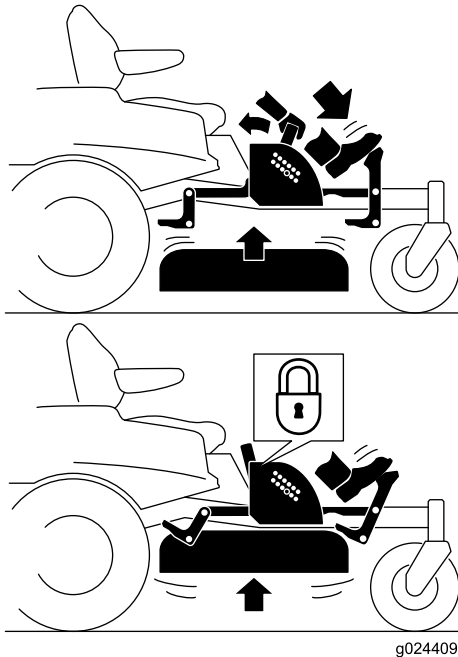

Bild 23
- Treten Sie auf das Pedal, um das Mähwerk anzuheben; treten Sie solange auf das Pedal, bis das Mähwerk in der arretierten Transportstellung ist (Bild 23).
- Treten Sie auf das Mähwerkhubpedal und ziehen Sie den Transportsperrehebel nach hinten, um die Transportsperre zu entriegeln (Bild 23).
4. Treten Sie auf das Mähwerkhubpedal und ziehen Sie den Hebel nach hinten, um die Transportsperre zu entriegeln (Bild 23).